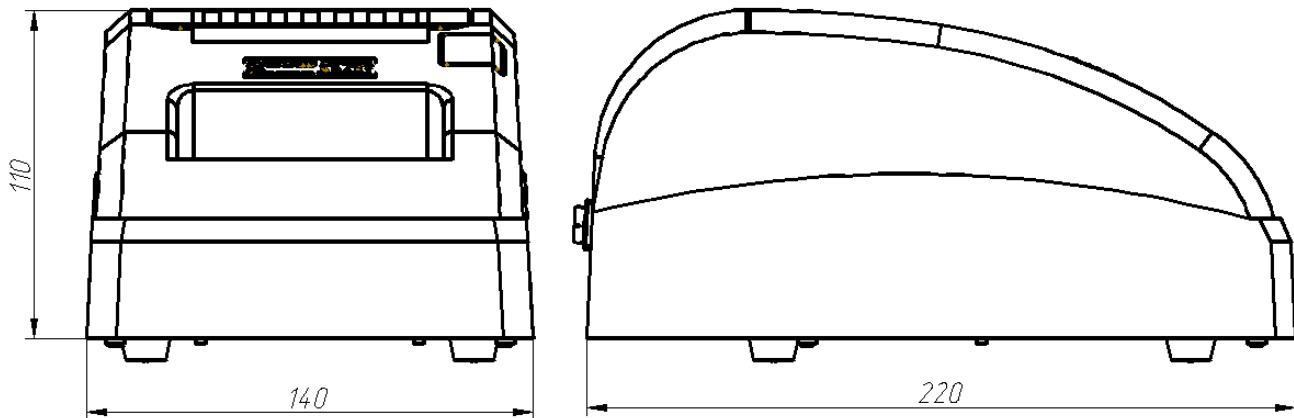

Рисунок 4 - Габаритні розміри реєстратора
- при закритій кришці чекової стрічки наступні (рисунок 4):